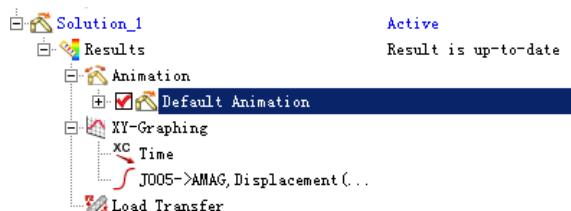

图 8.1.10 运动导航器
**说明：**如果返回到运动仿真环境后不能通过单击“播放”按钮 播放机构运行动画，可以尝试对机构再次进行求解，或者在运动导航器中展开 Solution\_1 节点，然后选中其中的  Default Animation 复选框，如图 8.1.10 所示。